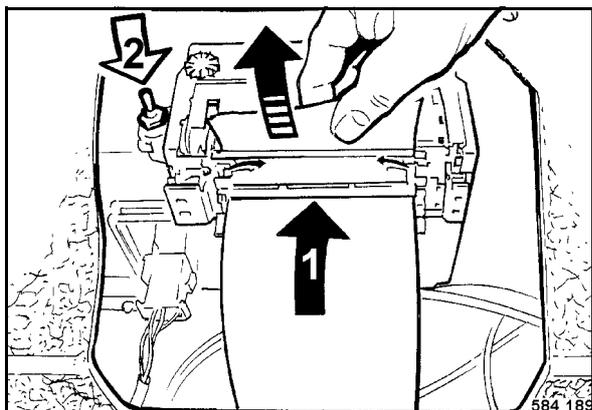

Рис. 107
- Вставить новый рулон бумаги (Рис. 107).
- Вставить бумагу в зажим (1) на принтере.
- Нажимать перекидную кнопку (2) в направлении стрелки, пока бумага не выйдет из принтера.